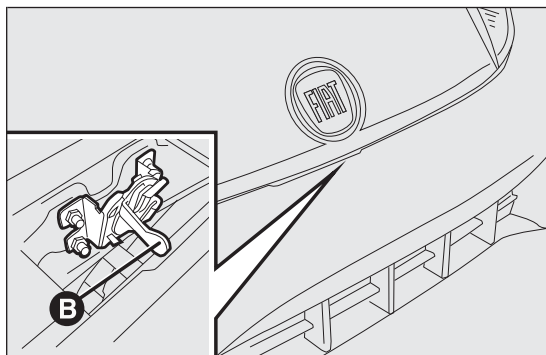

fig. 84
- ☐ accionar la palanca B fig. 84 y abrir el capó;